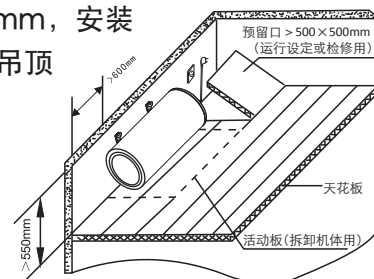

图 3
- 如用户将热水器安装于天花板上时，要留有空间，方便日后维修，天花板上留有透明窗口，便于观察显示。天花板距离墙顶大于550mm，热水器距墙顶最好大于100mm，安装简图如图3及“遥控器及其使用”一章中所示。本系列热水器适用于半吊顶式安装，可将热水器显示控制部分以上藏在天花板上。